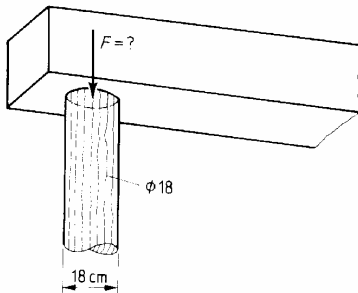

Bild 3.87 Rundholzstütze
24. Die Rundholzstütze in Bild 3.87 aus Nadelholz Klasse S 13 unterstützt den Balken einer Pergola. Welche Druckkraft in kN kann sie aufnehmen, wenn sie einen Durchmesser von 18 cm hat?